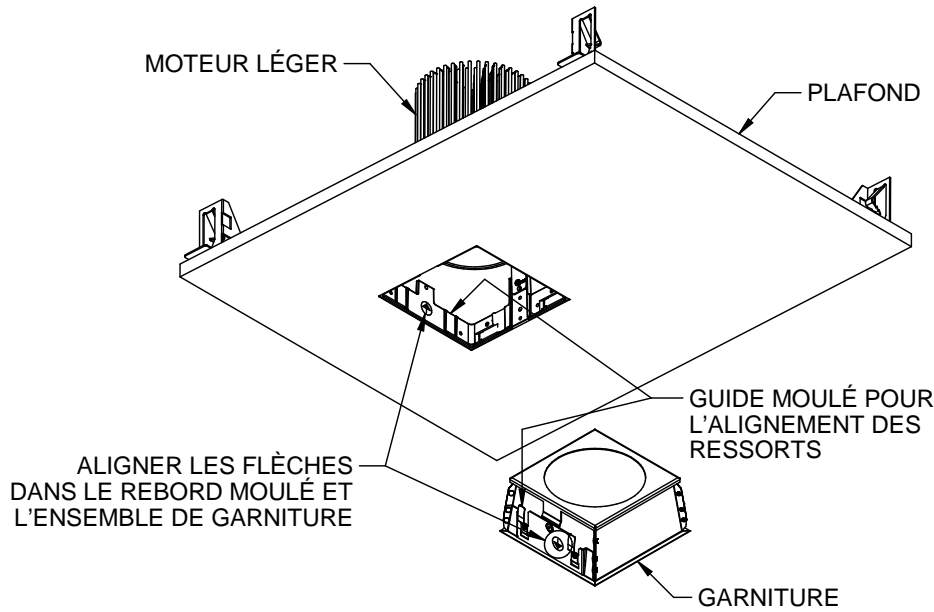

FIG 2.1
2. Installez l'ensemble de garniture inférieur en alignant l'étiquette de marque de flèche présentée sur la surface intérieure du boîtier en fonte du module de luminaire (sous le poteau) et l'ensemble de garniture inférieur. Insérez les ressorts dans le guide de coulée approprié pour l'alignement des ressorts et poussez-le doucement contre le plafond. FIG. 2.1 & 2.2.